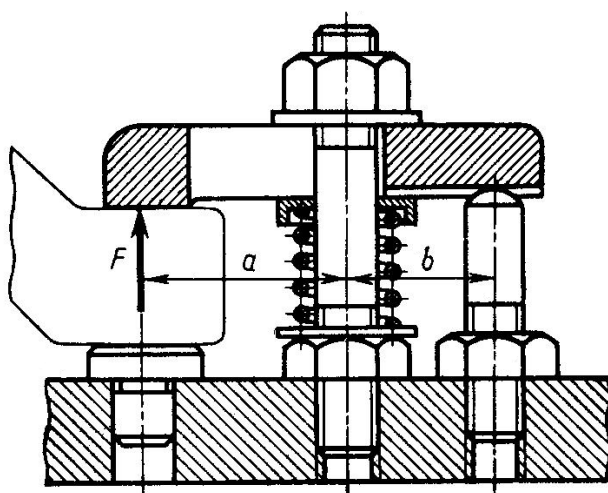

Рис. 11
1. Определить диаметр шпильки станочного прихвата (рис. 11) по данным табл. 10. Недостающими данными задаться.